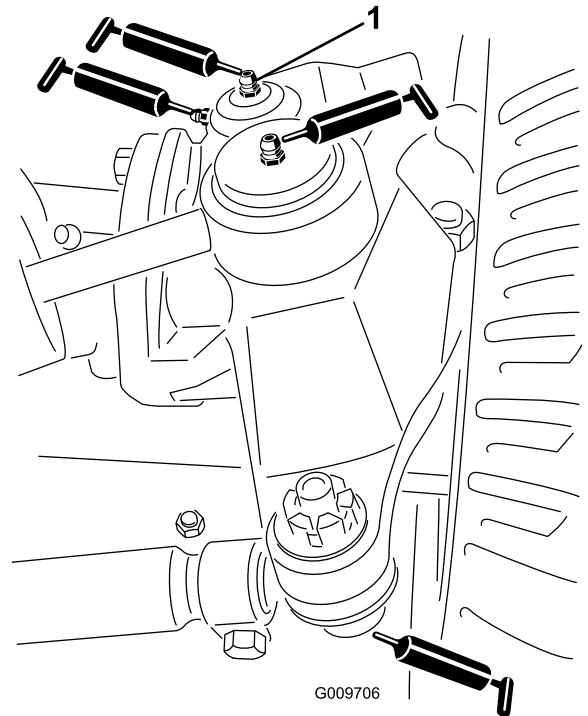

Figura 35
- Articulaiones esféricas de cilindro de dirección (2) tal y como se muestra en la Figura 35
- Articulaiones esféricas de biela (2) tal y como se muestra en la Figura 35
- Casquillos de pivote de dirección (2) tal y como se muestra en la Figura 35